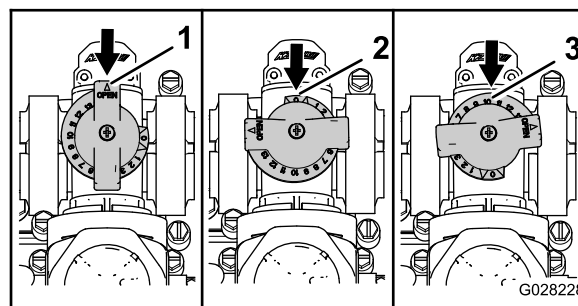

Figura 130
- La valvola di bypass dell'agitatore è in posizione completamente APERTA come illustrato nella Figura 130.
- La valvola di bypass dell'agitatore è in posizione CHIUSA (0) come illustrato nella Figura 130.
- La valvola di bypass dell'agitatore è in una posizione INTERMEDIA (regolata in relazione al misuratore di pressione per l'impianto dell'irroratrice) come illustrato nella Figura 130.